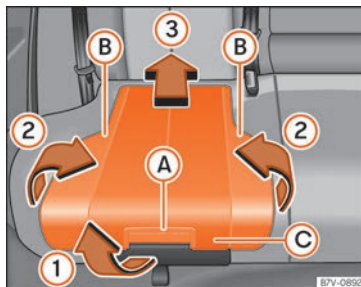

Fig. 95 Siège intégré pour enfants : lever l'assise.
- Tirez le coussin de siège vers l'avant avec le levier de déblocage »» fig. 95 A dans le sens de la flèche »» fig. 95 ①.
- Pliez vers le haut les deux côtés »» fig. 95 B, dans le sens de la flèche »» fig. 95 ②.
- Poussez le coussin de siège vers l'arrière »» fig. 95 C dans le sens de la flèche »» fig. 95 ③ jusqu'à ce qu'elle s'encastre.